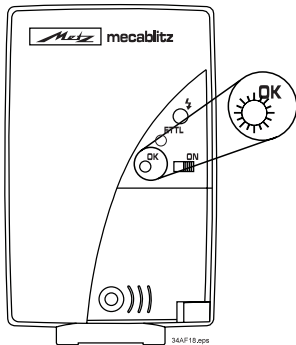

Fig. 4: esposizione o.k.
4.3 Indicazione di corretta esposizione (vedi fig. 4)